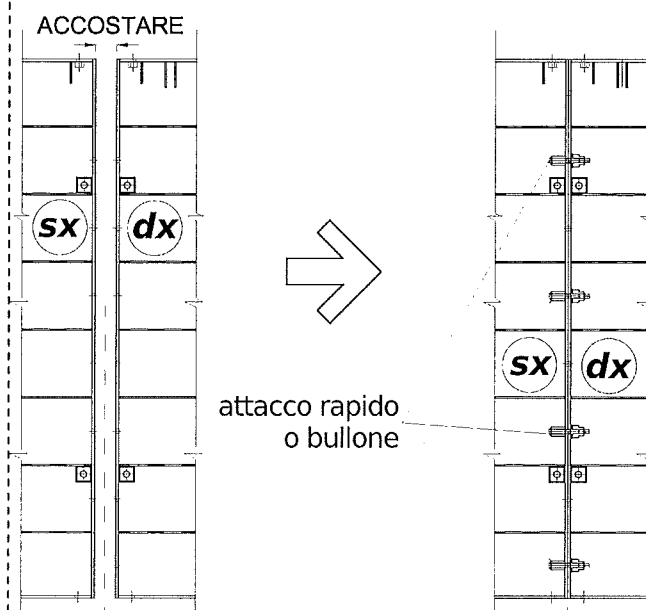

Fig.6
- Montare gli attacchi rapidi nelle posizioni indicate nei disegni esecutivi inserendo la vite nell'apposito foro serrandola con il dado a tre rinforzi fino ad ottenere l'aderenza migliore tra i lati (Fig.6, giunzione verticale).